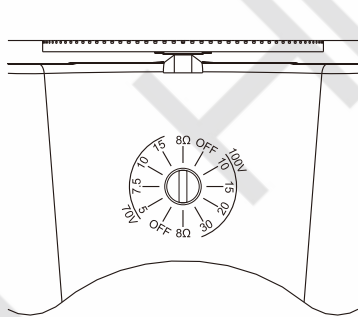

图1
2. 根据连接功放的类型，用一字螺丝刀调节音箱背面的波段开关至合适位置。连接定阻功放时拨至8Ω档位；连接定压功放时拨至70V/100V档位，并根据实际需要调节音量大小至合适位置。切记接定压功放时不可拨至8Ω档位（见图1）。